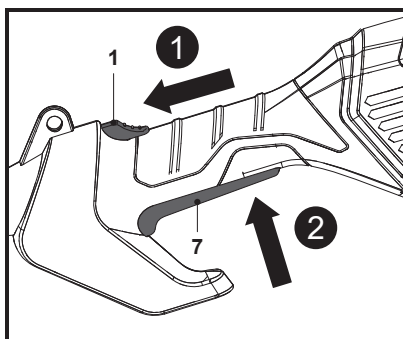

Fig. 18
1. Appuyer sur le bouton de déverrouillage (1) vers l'avant et le maintenir dans cette position (Fig. 18, étape 1).
2. Appuyer sur l'interrupteur marche/arrêt (7) pour mettre le produit sous tension (Fig. 18, étape 2), puis relâcher le bouton de déverrouillage (1).
3. Relâcher l'interrupteur marche/arrêt (7) pour mettre le produit hors tension.